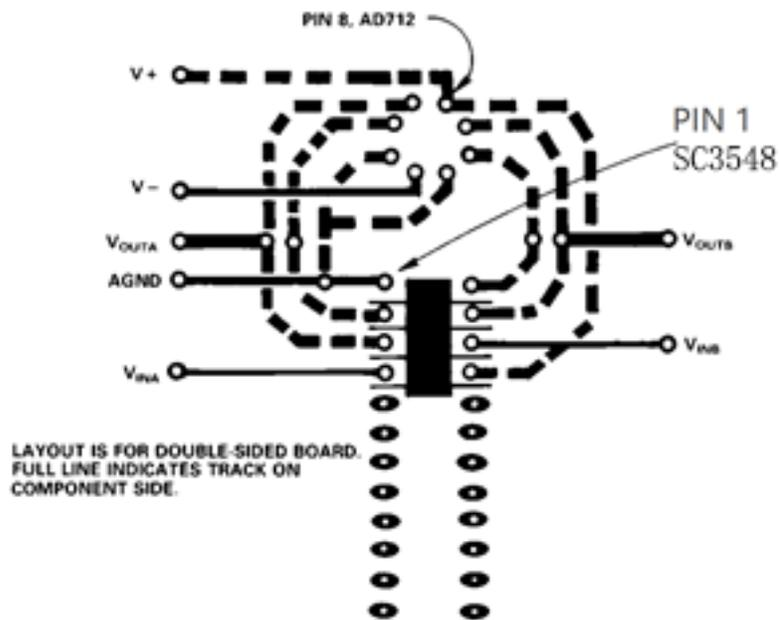

图 13 图 7 电路的建议布局
**馈通：**SC3548 的动态性能取决于输出放大器的增益和相位稳定性，以及 PC 板布局 and 去耦元件的最佳选择。图 13 所示为图 7 建议的印刷电路布局，在乘法应用中，该布局最大限度地减少了从  $V_{REFA}$ 、 $V_{REFB}$  到输出的馈通。